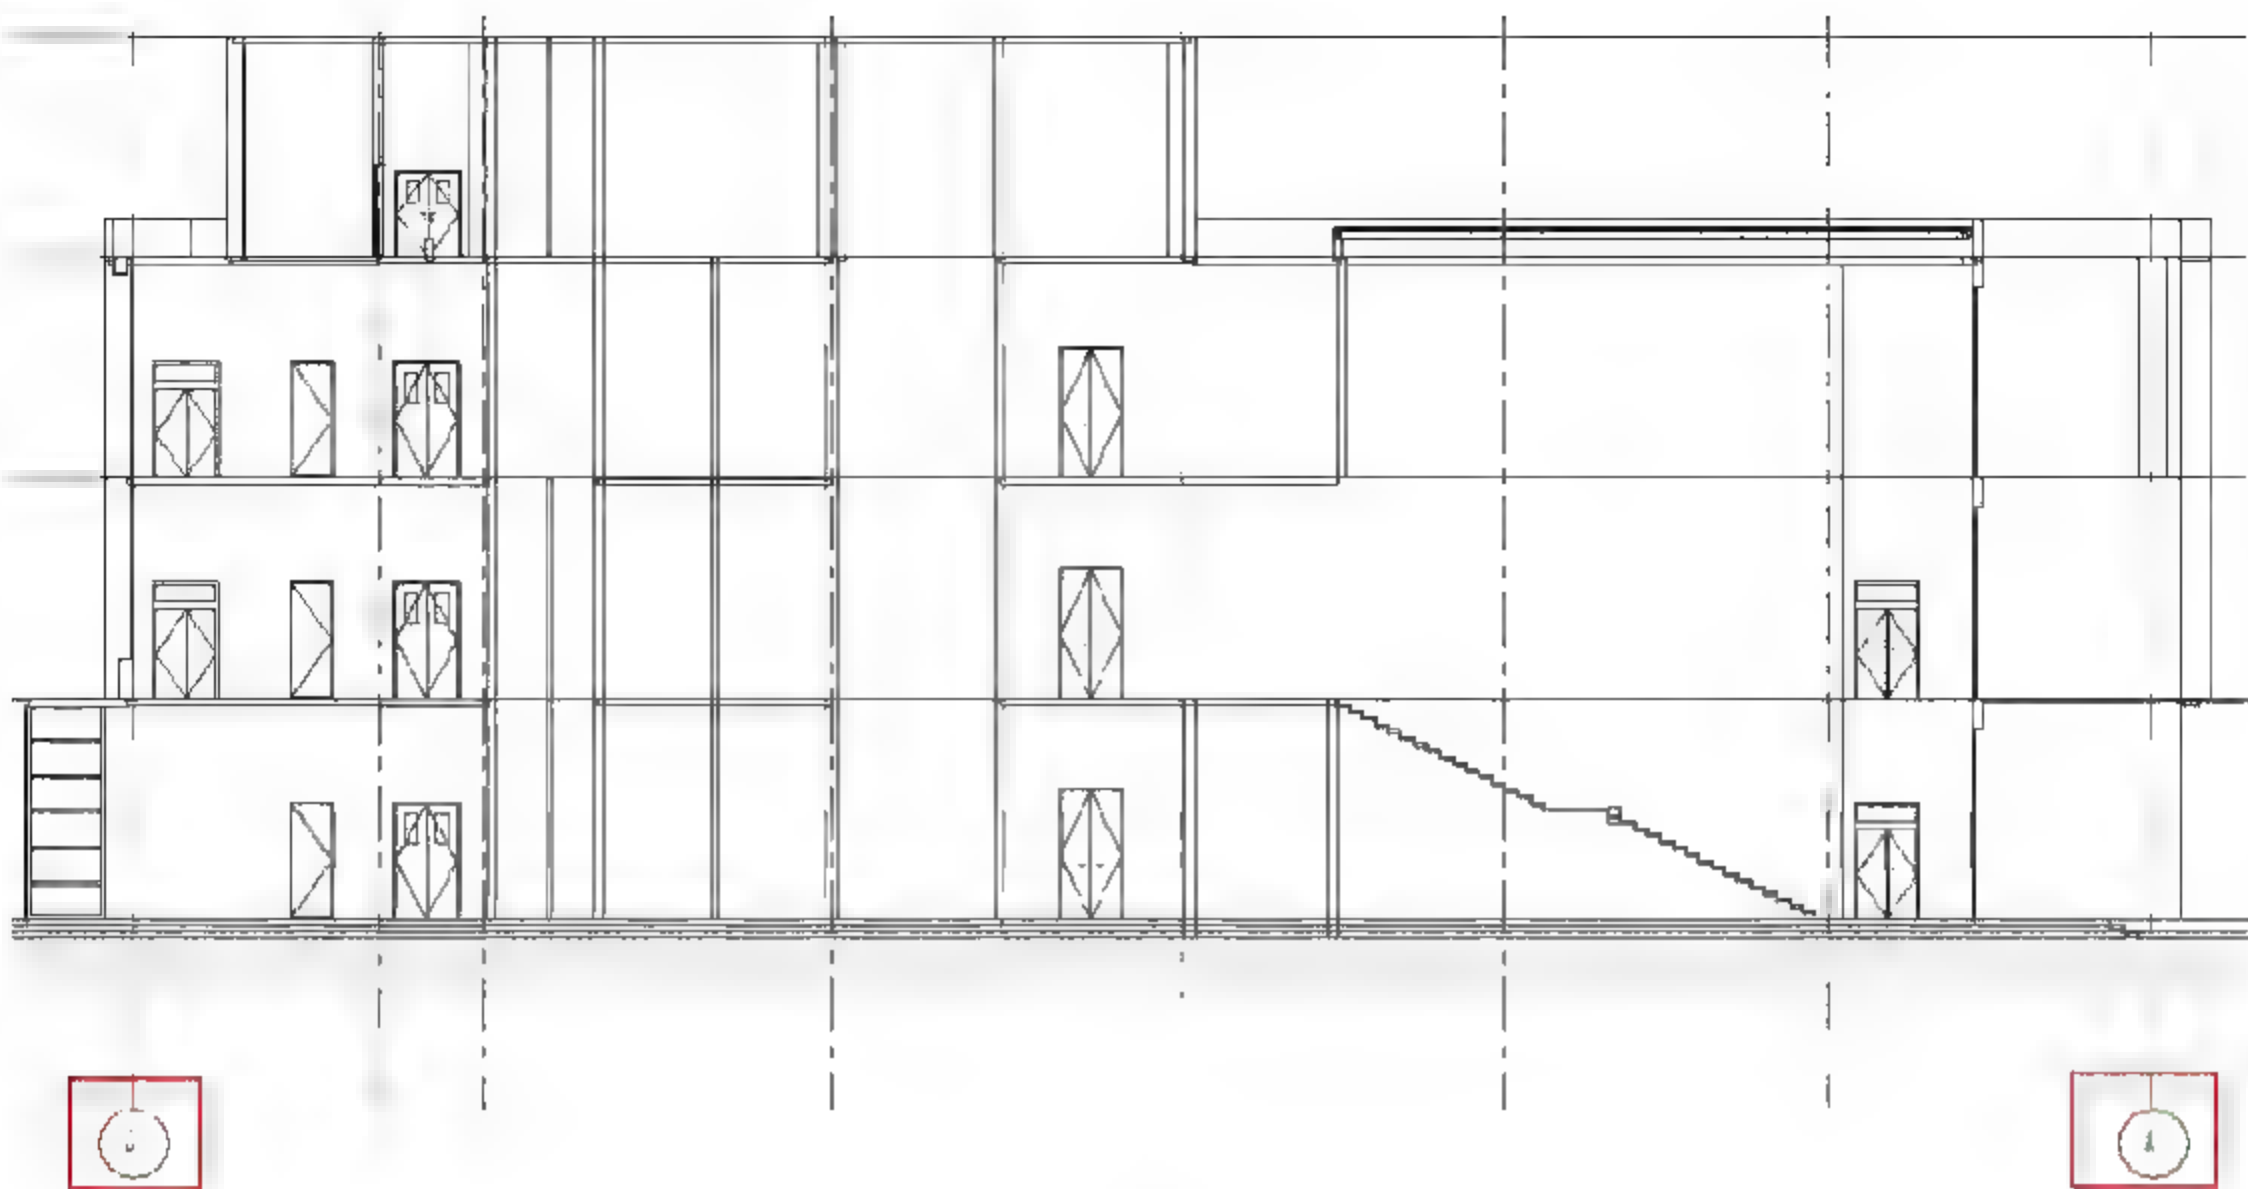

图 13.1.25 调整轴号
(4) 调整轴号。与立面图调整轴号操作类似,隐藏剖面图上部的轴号,显示下部两侧的轴号,如图13.1.25所示。